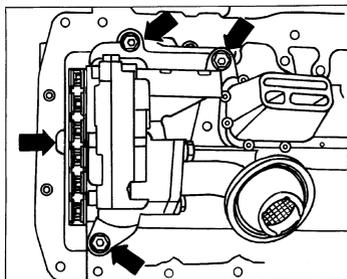

图 2-113 松开机油泵紧固螺栓
2) 拧下图 2-113 左侧箭头所示链轮螺栓, 从机油泵轴上拔下链轮。
3) 松开图 2-113 上、下箭头所示螺栓, 取下机油泵(链轮可不拆)。